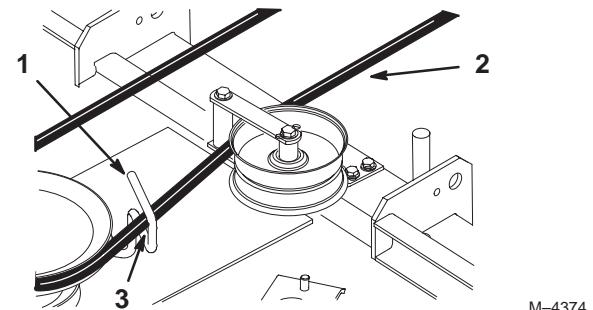

Figure 70
- 11.** Pivotez le guide-courroie à l'arrière de la tondeuse pour l'éloigner de 3-7 mm (1/8-1/4") du côté vertical de la courroie de PdF (Fig. 70).